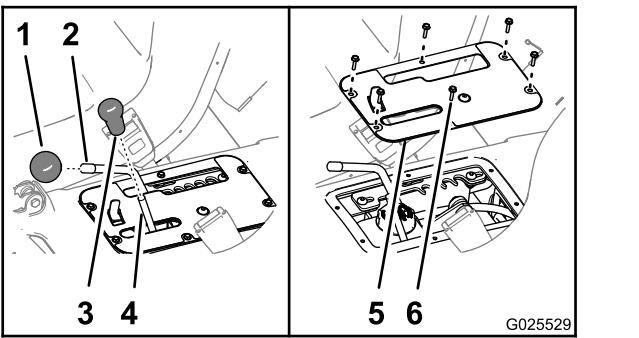

Figura 60
1. Retire los pomos de la palanca de elevación hidráulica y la palanca de intervalos de velocidad (Figura 60).
2. Retire los 6 tornillos de cabeza hexagonal con arandela prensada (#10 x $\frac{3}{4}$ ") que sujetan la tapa del panel de control a la base del asiento, y retire la tapa del panel (Figura 60).
6. Alinee los taladros de la tapa del panel de control con los taladros de la base del asiento (Figura 60).
7. Sujete la tapa a la base con los 6 tornillos de cabeza hexagonal con arandela prensada (Figura 60) que retiró en el paso 2.
8. Enrosque los pomos en las varillas de la palanca de elevación hidráulica y la palanca de intervalos de velocidad (Figura 60).
2. Retire los pomos de la palanca de elevación hidráulica y la palanca de intervalos de velocidad (Figura 60).
3. Retire los 6 tornillos de cabeza hexagonal con arandela prensada (#10 x $\frac{3}{4}$ ") que sujetan la tapa del panel de control a la base del asiento, y retire la tapa del panel (Figura 60).
9. Alinee los taladros de la tapa del panel de control con los taladros de la base del asiento (Figura 60).
10. Sujete la tapa a la base con los 6 tornillos de cabeza hexagonal con arandela prensada (Figura 60) que retiró en el paso **3**.
11. Enrosque los pomos en las varillas de la palanca de elevación hidráulica y la palanca de intervalos de velocidad (Figura 60).